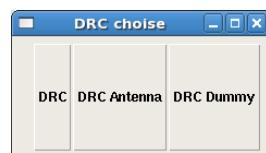

Рис. 8.2. Окно “DRC choice” для выбора типа DRC-проверки.
3. В появившемся окне “DRC choice” необходимо выбрать один из трёх типов DRC-проверки (рис. 8.2). Доступны следующие типы DRC-проверки: